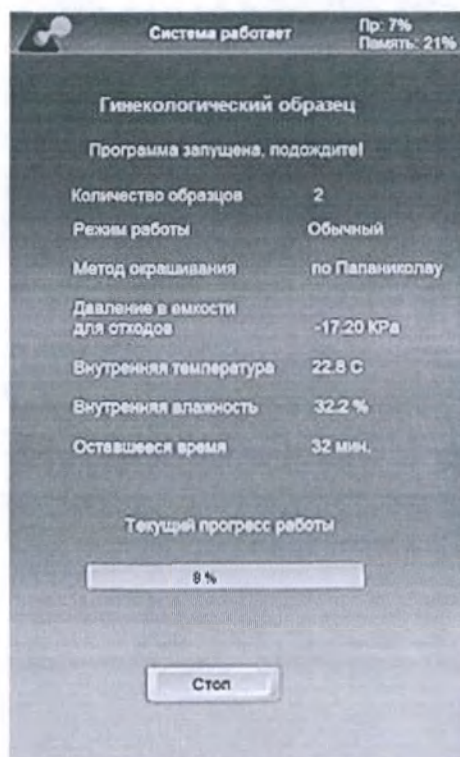

Рисунок 15 – Экран рабочего процесса
5) Устройство начнет процедуру обработки проб. Во время работы на экране рабочего процесса отображается информация и мониторинг в реальном времени таких характеристик как: количество образцов, режим работы, метод окрашивания, давление в емкости для отходов, внутренняя температура, внутренняя влажность, оставшееся время (Рисунок 15).